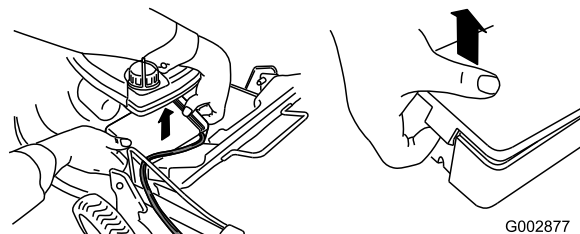

Bild 8
1. Lösen Sie die beiden Clips an der Batteriefachabdeckung und nehmen Sie sie ab (Bild 8).